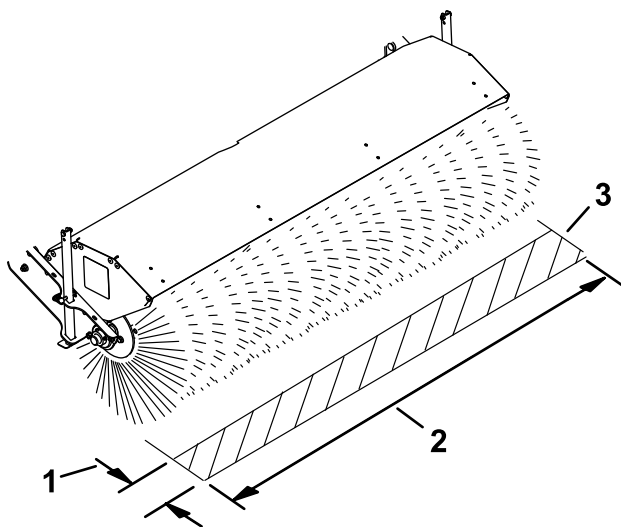

Figure 16
5. Assurez-vous que la bande balayée est égale à la longueur de la brosse et ne dépasse pas 51 à 102 mm (2 à 4 po) de largeur, comme montré à la Figure 16.